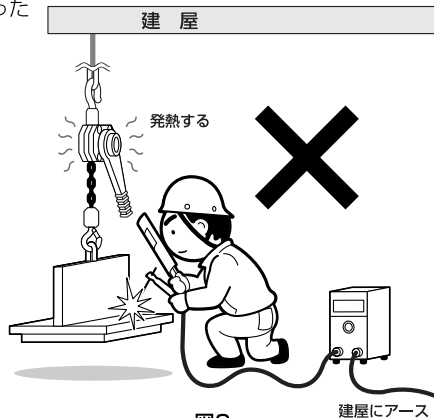

図9
- (21)宙づりした荷を電気溶接しないでください。図9
- (22)ロードチェーンに溶接機のアースを接続しないでください。
- (23)ロードチェーンに溶接用電極を絶対に接触させないでください。
- (24)レバーホイストに溶接等による火花を付着させないでください。
- (25)荷重の掛かっているときは、絶対に遊転操作をしないでください。
- (26)本体に取り付けられた注意ラベルや銘板を外したり、不鮮明なまま使用しないでください。
- (27)人間の手引き力以外での操作はしないでください。
- (28)遊転操作時にロードチェーンを急激に引っ張らないでください。
- (29)玉掛け用具はフックに正しく掛けてください。
- (30)巻上げは、ロードチェーンまたは玉掛け用具が張ったところで一度停止してください。